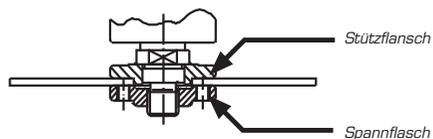

Abb. 10
- b) Für dicke Schleifkörper (> 3 mm) mit einer gekrümmten Innenseite schrauben Sie den Spannflansch (8) mit dem hervorstehenden Ansatz zum Schleifkörper hinzeigend an (Abb. 10).
- Halten Sie das Elektrowerkzeug so, dass die Trennscheibe im 90°-Winkel zum Werkstück ausgerichtet ist (Abb. 10).